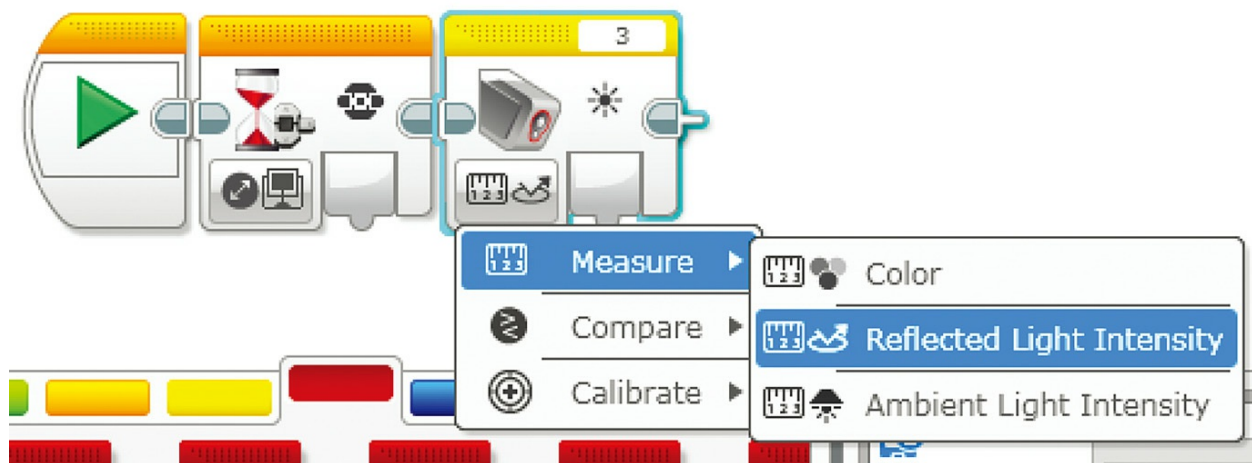

图8.14 将模式选择器设定到反射光强度
7. 将模式选择器设定到“测量”，再选择“反射光强度”（如图8.14所示）。